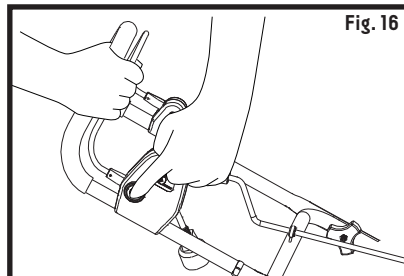

Fig. 16
2. Tout en appuyant sur le bouton de l'interrupteur de sécurité, tirez la barre MARCHE/ARRÊT vers vous. Une fois la souffleuse démarrée, relâchez l'interrupteur de sécurité et procédez au déblayage (fig. 16). La souffleuse peut démarrer seulement en enfonçant d'abord l'interrupteur de sécurité, puis en tirant la barre MARCHE/ARRÊT vers vous. Suivre les étapes en sens contraire ne fera pas démarrer la machine.